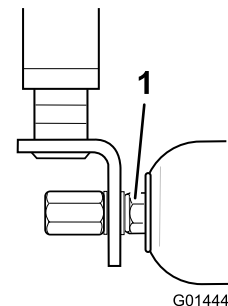

Figure 84
2. En cas de jeu axial excessif, utilisez la clé fournie pour serrer avec précaution les écrous à chaque bout du rouleau jusqu'à la suppression du jeu (Figure 84).